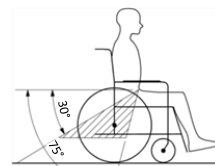

fig. 33
- Le cinture di ritenuta dell'autoveicolo devono essere posizionate sull'utente in modo che la cintura pelvica si trovi ad un angolo compreso tra 30° e 75° rispetto al piano orizzontale. È preferibile che la cintura abbia un'angolazione pronunciata, ma non superiore a 75°. (fig. 33).